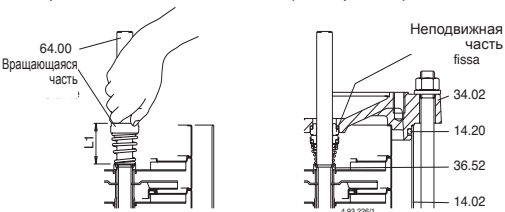

Рис. 5 Установка механического уплотнения
При разборке или повторной сборке насоса пользуйтесь схемой, данной на чертеже в разрезе (раздел 14) - рис. 5, 6.
5. Открутить винты (32.74) и снять фланец насоса (32.70) в комплекте с подшипником (66.00) и муфтой (64.22) (снять муфту 64.30 и 64.28 для насосов более 4 кВт) со втулки (32.00) и с вала (64.00) (рис. 5б).
7. снять верхнюю крышку (34.02) с вала (64.00) и наружного кожуха (14.02) - или вместе с наружным кожухом извлечь из корпуса насоса (14.00) - используя молоток или рычаг и выполняя извлекающие движения поочередно в диаметрально противоположных точках (рис. 5с).
Снимите механическое уплотнение (36.00) вращающуюся часть - с вала (64.00), следя за тем, чтобы не поцарапать вал и неподвижную часть верхней крышки (34.02). Насадите вращающуюся часть на вал (64.00) до упорного кольца (36.52), оставив пружину в разжатом состоянии. Проверьте длину до и после насадки и поднимите вращающееся кольцо до начальной длины (L 1 на рис. 5). Таким образом обеспечивается правильное сжатие пружины при установке неподвижной части и после закрепления вала в соединении (L2 на рис. 6б).